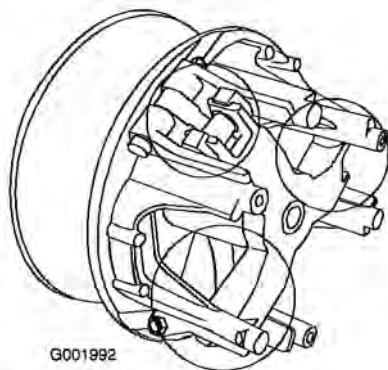

Figura 56
5. Lubrique las piezas en movimiento en las zonas indicadas en Figura 56 usando Spray Lubricante Seco Toro, disponible a través de su Distribuidor Autorizado Toro.